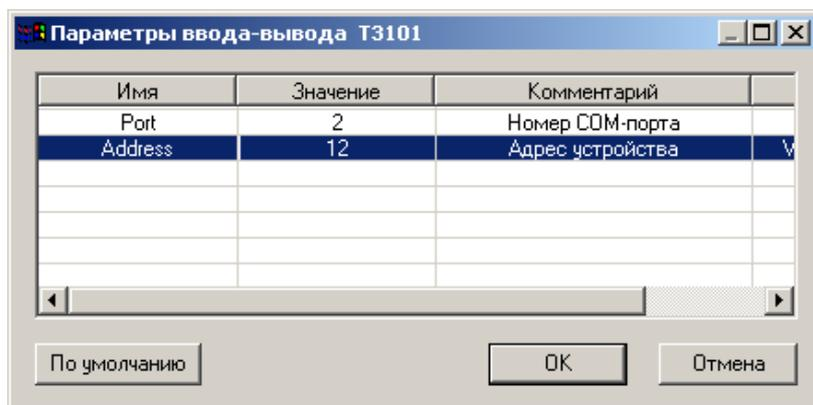

Рисунок 5.8 – Параметры драйвера модуля ТЕКОНИК
- для модуля ТЕКОНИК Port – номер COM-порта, по которому опрашивается данный модуль УСО и Address - номер устройства в сети RS-485 в шестнадцатеричном виде (см. рисунок 5.8).